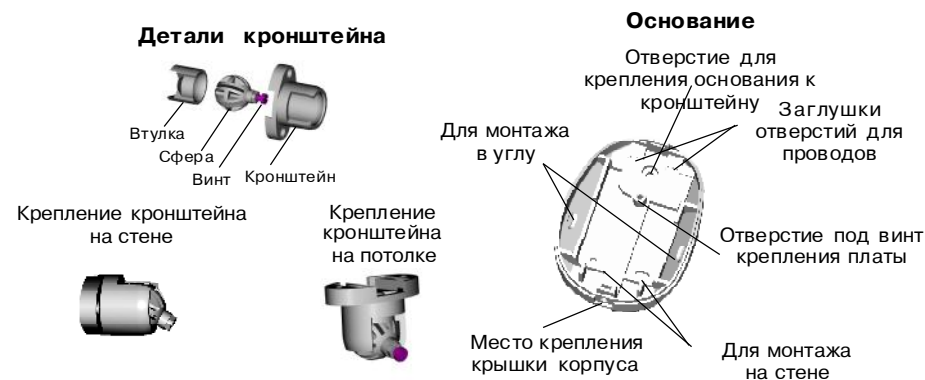

Рис. 22
- снимите крышку, вывернув при помощи отвертки винт, расположенный в нижней части основания извещателя (рис.22).